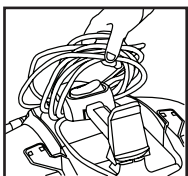

FIGURE 32
55. Saisissez l'ensemble du cordon d'alimentation inséré derrière la poignée et dégagez, en tirant au dessus de la section arrière du rembobineur. Tirez l'ensemble du cordon d'alimentation vers l'avant de l'aspirateur jusqu'à ce qu'il se dégage au complet de la section avant du rembobineur. **FIGURE 32.**